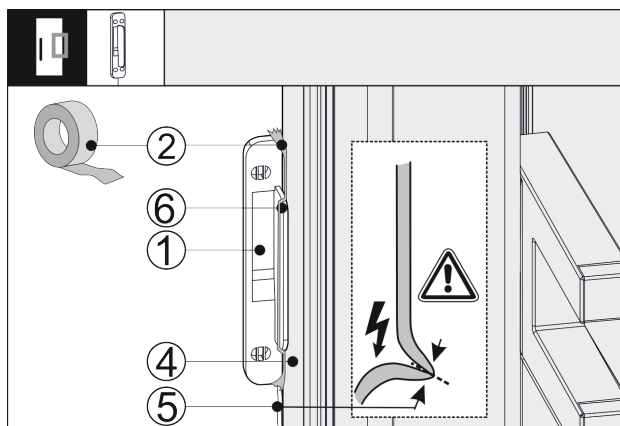

Fig. 42
- ▶ Postavite senzor kucanja Fig. 42 (1) na bočnu stranu vrata uređaja Fig. 42 (4) tako da graničnik Fig. 42 (6) naliježe Fig. 42 (4) na vrata uređaja. Senzorski je kabel Fig. 42 (5) lagano zategnut i isto tako naliježe na Fig. 42 (4) vrata uređaja.
- ▶ Senzor kucanja Fig. 42 (1) fiksirajte Fig. 42 (2) ljepljivom trakom. Senzor kucanja poslije se vijcima učvršćuje na prednju stranu elementa.